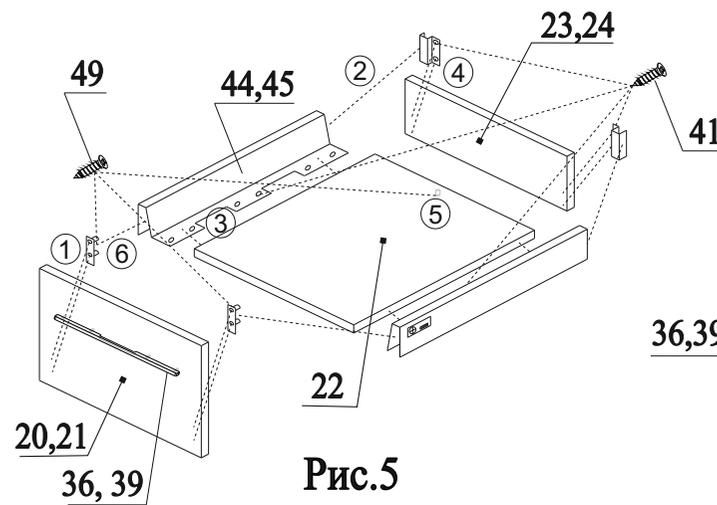

Рис.5
- и детали 20, 21 (6). Более подробная инструкция находится в комплекте 44, 45 (рис. 5);
22. Прикрутить ручки 39 к деталям 20 и 21, надев на винты насадное кольцо 36 (рис.5, 6);